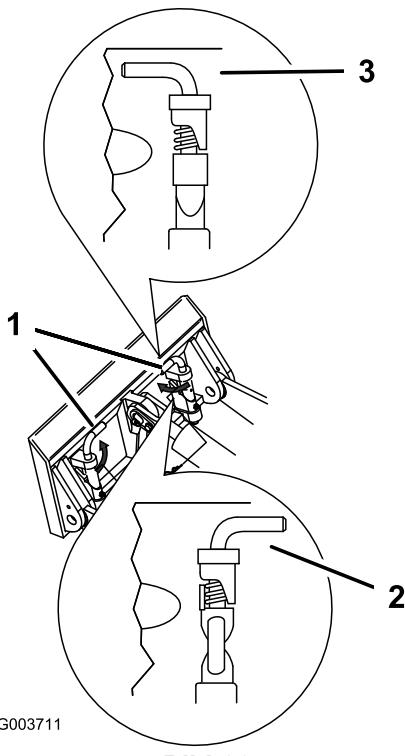

Bild 26
7. Lassen die Schnellbefestigungstifte eingreifen und stellen Sie sicher, dass sie vollständig in der Befestigungsplatte sitzen (Bild 26).